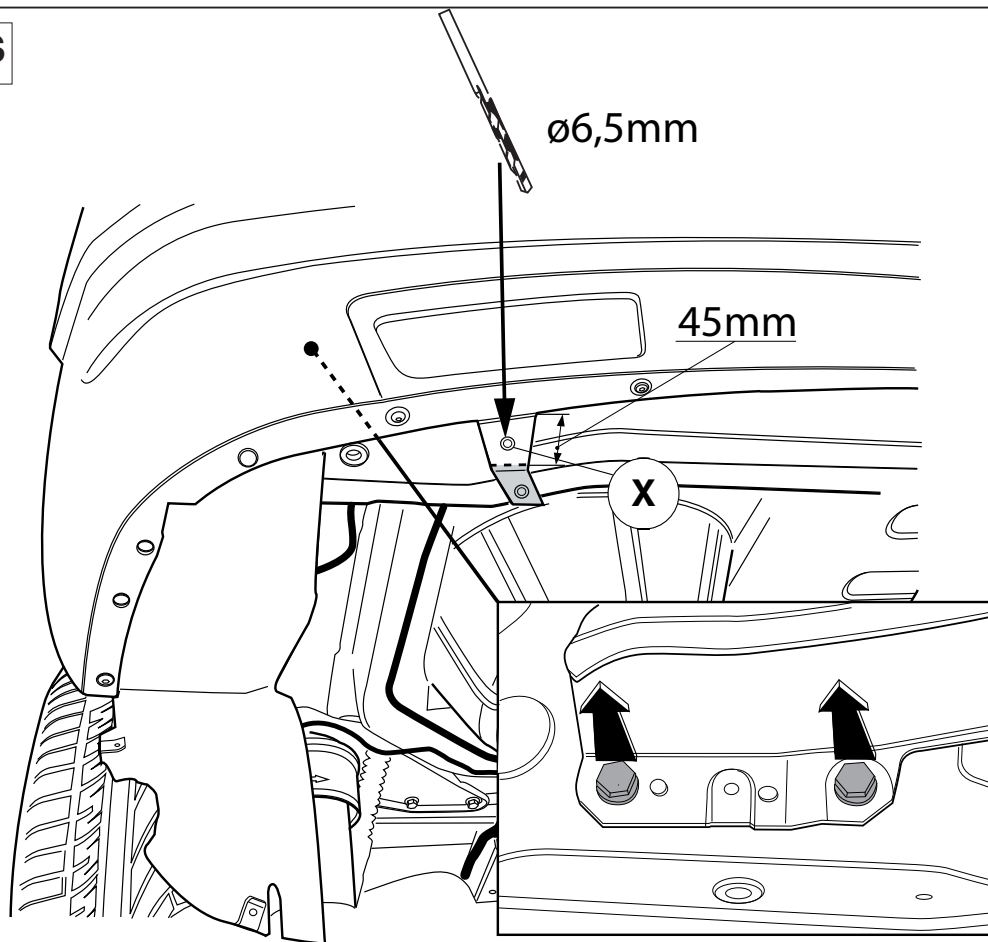

Fig.3
11. Выпилить обозначенную часть, как указано на рис. 3.
18. Просверлить отверстие диаметром 6,5 мм, как указано на рис. 3.